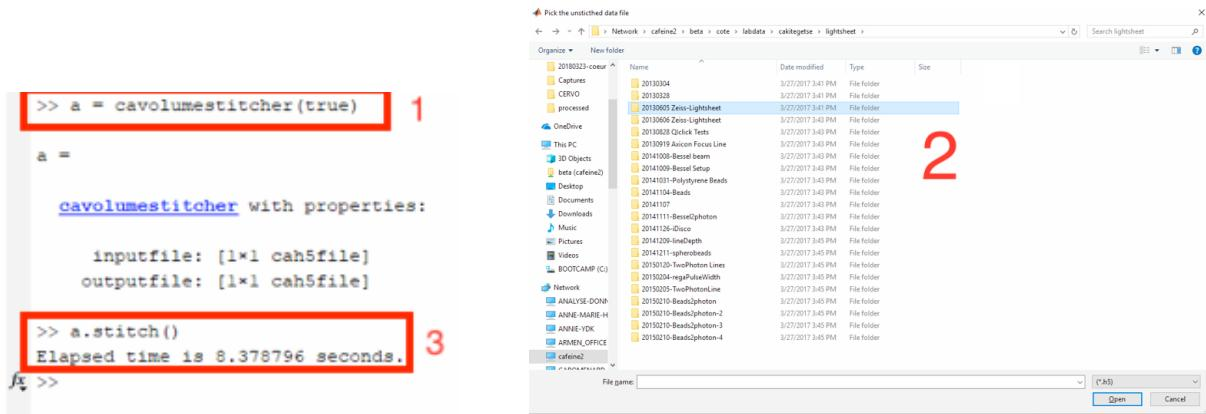

Figure 33 – Les 3 étapes pour 'stitcher' les données
Comme illustré à la figure 33, une fenêtre apparaîtra afin que l'utilisateur puisse sélectionner les données qu'il aimerait 'stitcher'. Une fois le fichier sélectionné, les informations sur celui s'afficheront dans la fenêtre de commande. Afin de terminer le traitement des données, l'utilisateur doit entrez la commande suivante (3) :